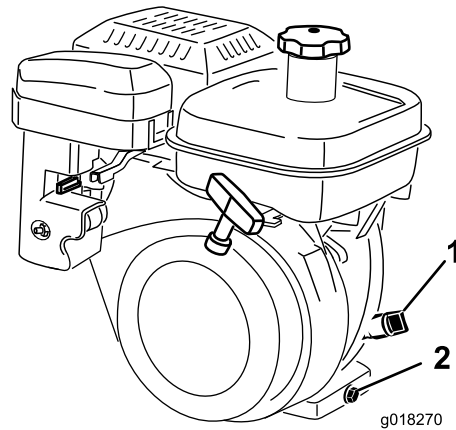

Рисунок 30
2. Установите газонокосилку так, чтобы двигатель располагался горизонтально, и очистите зону вокруг масломерного щупа (Рисунок 30).
3. Извлеките масломерный щуп, вывернув его против часовой стрелки (Рисунок 30).
отверстие. Затем выньте щуп и проверьте уровень масла. Если уровень низкий, добавьте ровно столько масла, чтобы поднять уровень до области между метками “Н” и “L” на щупе (Рисунок 30). Снова проверьте уровень масла. Не допускайте переполнения.
2. Поместите сливной поддон под пробку сливного отверстия в задней части машины (Рисунок 30). Ослабьте пробку сливного отверстия.